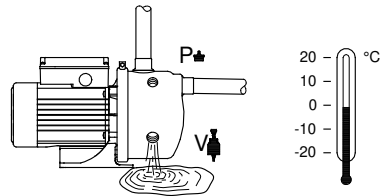

Afb. 7 Reinigen van de waaier
3. Verwijder de schroef (pos. 93) en de beugel (pos. 92) die de pompmantel (pos. 16) vasthouden.
4. Druk de pompmantel (pos. 16) met een schroevendraaier los van het lantaarnstuk, en haal deze eraf.
5. Trek de ejector (pos. 14) uit de pompmantel.
7. Controleer of de waaier (pos. 49) vervuild is. Als dit het geval is, reinig de waaier dan (ter plekke) met een zachte borstel of een waterstraal. Zie afb. 7.